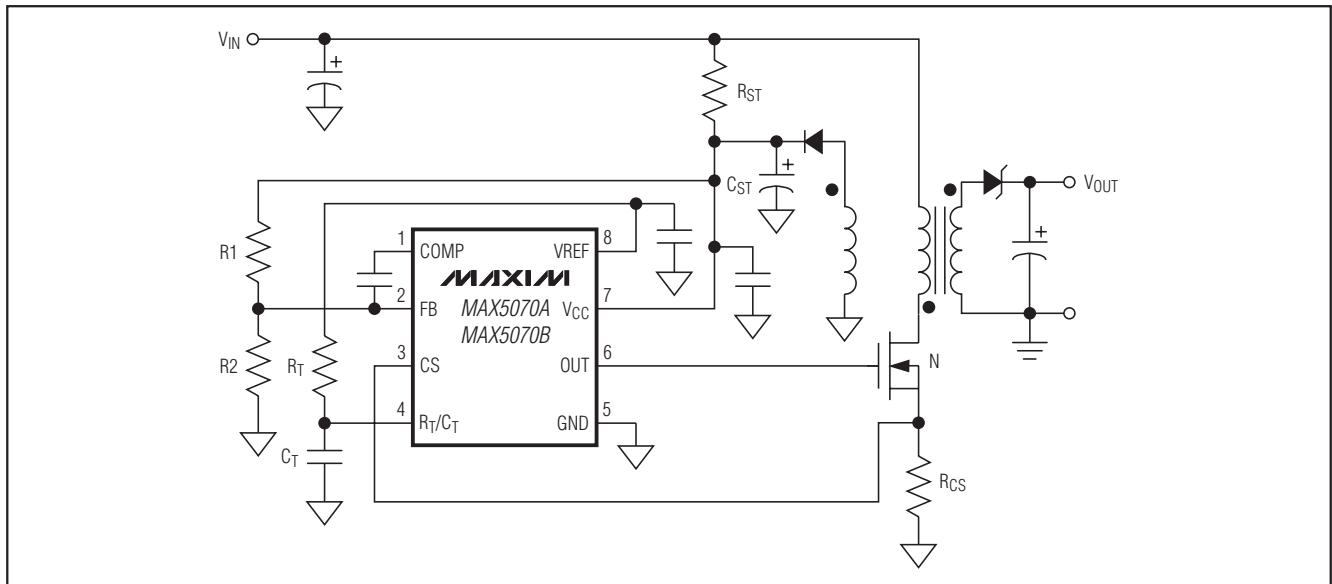
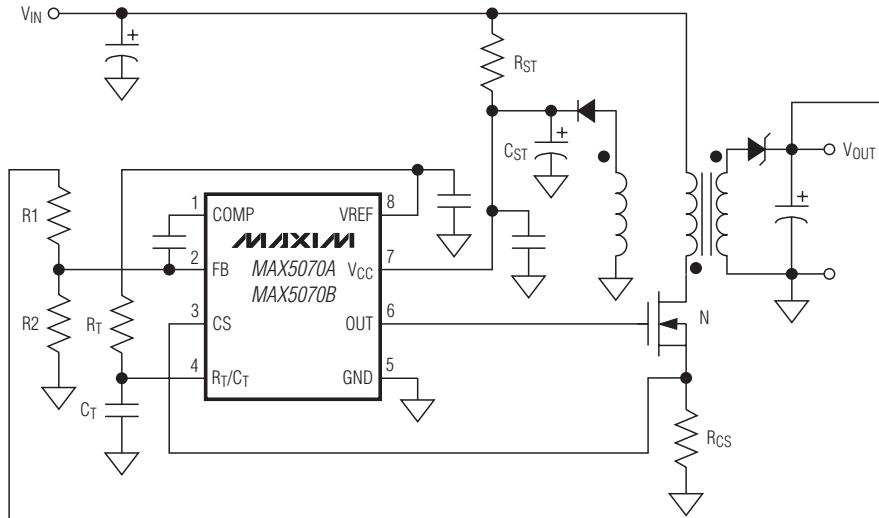
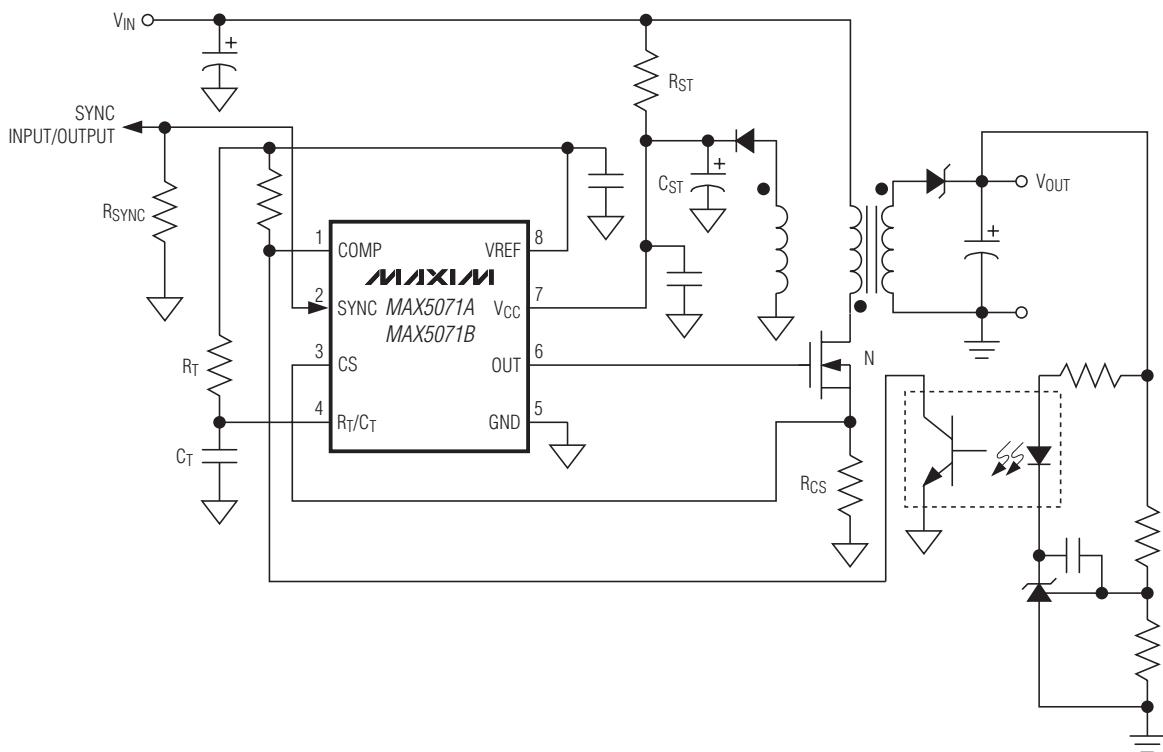
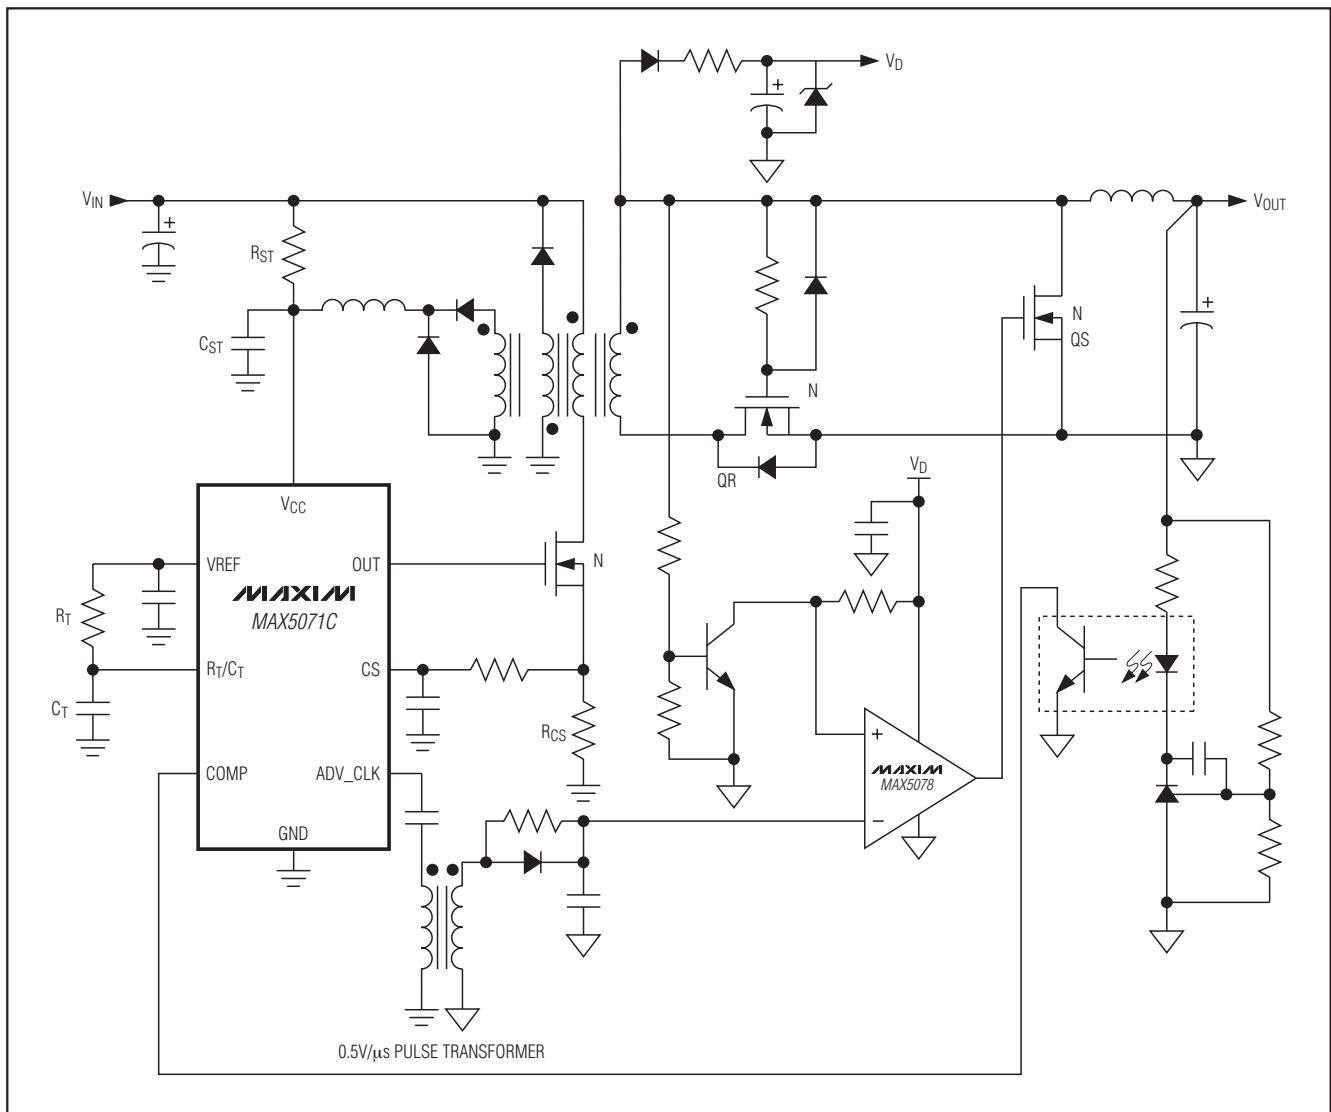

图5. MAX5070A/MAX5070B典型应用电路(一次侧调整的隔离反激)
图6. MAX5070A/MAX5070B典型应用电路(非隔离反激)
图7. MAX5071A/MAX5071B典型应用电路(隔离反激)
图8. MAX5071C典型应用电路(带二次侧同步整流的隔离正激)
在正常运行时， $V_{CC}$ 从变压器的第三绕组获得。然而在启动时，变压器没有能量传输，因此必须在 $V_{CC}$ 与输入电源之间连接一个电阻（见图5至图8中的 $R_{ST}$ 和 $C_{ST}$ ）。启动期间， $C_{ST}$ 通过 $R_{ST}$ 充电。为将启动电流降低至 $65\mu A$ 以下，5V基准、比较器、误差放大器、振荡器以及驱动电路在UVLO期间保持关断状态。当 $V_{CC}$ 达到16V欠压锁定阈值时，输出驱动器开始工作，第三绕组将向 $V_{CC}$ 供电。 $V_{CC}$ 输入端处内置一个26.5V限流钳位器，以防止器件在启动时出现过压。
MAX5070内部集成了一个误差放大器。其反相输入为FB,正相输入已内接至2.5V基准。内置误差放大器适用于非隔离型转换器的设计(见图6),或利用偏置绕组进行一次侧调整的隔离型设计(见图5)。在非隔离电源设计中,输出电压为:
其中,R1和R2如图6所示。
MAX5071A/MAX5071B/MAX5071C设计用于具有外部误差放大器的非隔离转换器，或者具有光电耦合器和误差放大器的隔离转换器。COMP输入经过电平转换后被连接到PWM比较器(CPWM)的反相端。在非隔离设计中将COMP引脚与外部误差放大器的输出相连。对于隔离式设计，在外部将COMP上拉到不低于5V的电源(或VREF)，并按照图7和图8所示连接光耦合器晶体管。COMP可用于软启动，也可用于关断。不同温度下COMP的关断电压参见典型工作特性。如果COMP外部电压的最大值低于4.9V，则PWM限流阈值会降至1V以下。根据以下公式来计算保证初级峰值电流( $I_{P-P}$ )所需的小COMP电压( $V_{COMP}$ )：
SYNC为一个双向输入/输出引脚，可以输出同步脉冲，也可以接收其他MAX5071A/MAX5071B的同步脉冲(见图7和图9)。作为输出时，SYNC为一个由内部振荡器驱动的p沟道MOSFET的漏极开路输出，需外接一个500Ω至5kΩ的下拉电阻( $R_{SYNC}$ )。作为输入时，SYNC接收来自于其他MAX5071A/MAX5071B的输出脉冲。
ADV\_CLK为超前脉冲输出，用于在MAX5071C电路中方便地实现二次侧同步整流。ADV\_CLK脉冲宽度为85ns (典型值)，其上升沿比OUT上升沿超前110ns。在二次侧出现电压前，利用该超前脉冲来关闭二次侧同步整流器MOSFET (QS) (见图8)。提前关闭二次侧同步MOSFET可以避免在正激转换器中二次侧被短路。ADV\_CLK脉冲可以通过脉冲变压器或高速光耦合器传递至二次侧。85ns的脉宽，3V的驱动电压(10mA源出)，显著降低了对于脉冲变压器的伏秒积要求，而超前的脉冲也降低了对于高速光耦的要求。